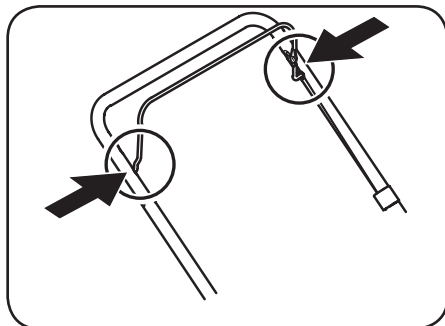

Figure 4-1
1. Lubrifiez les points de pivot de la poignée de commande de la lame au moins une fois par saison avec une huile légère. La commande de la lame doit fonctionner facilement dans les deux sens. Voir la See Figure 4-1.